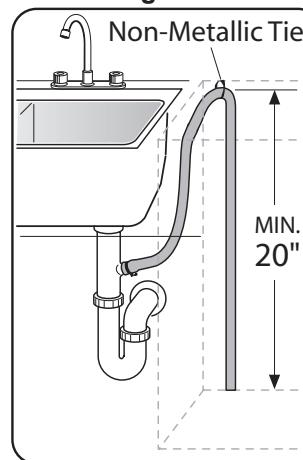

Figura 8
- 1 Directamente debajo de la conexión de drenaje para el fregadero de la lavadora de platos, como se muestra en la Figura 8.